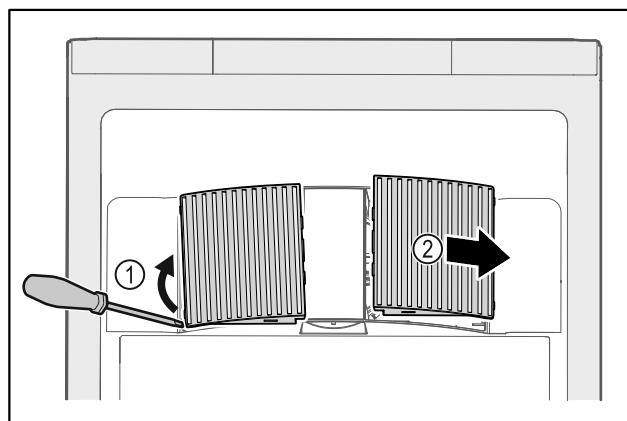

Fig. 59
- Scoateți cu grijă capacele ventilatoarelor de pe partea laterală Fig. 59 (1) și scoateți-le spre partea din față Fig. 59 (2).